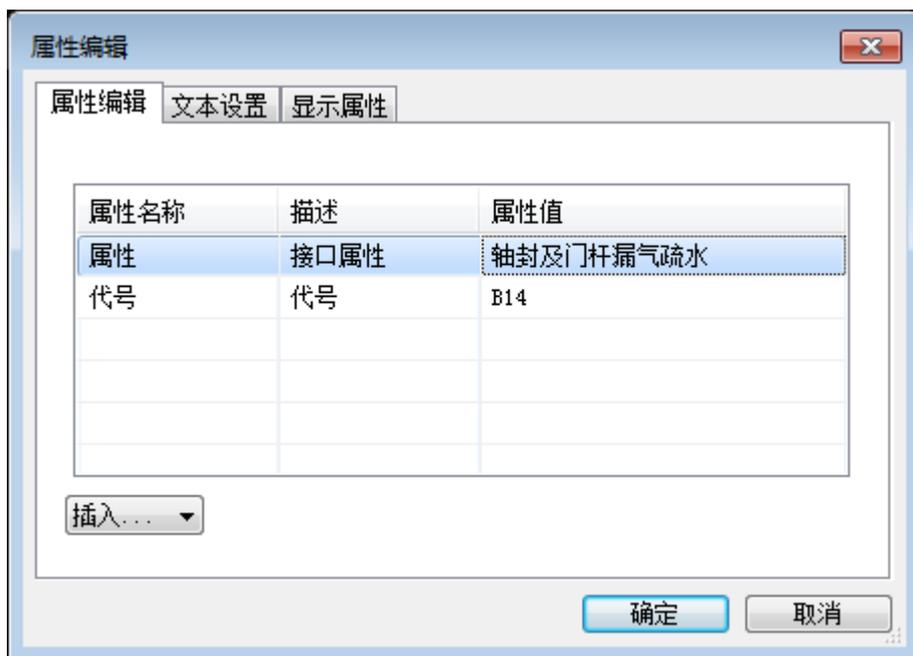

图 2-87 块属性编辑对话框
- 5) 如果插入的块中包含了属性，在插入块时会弹出如下图 2-87 所示属性编辑对话框：